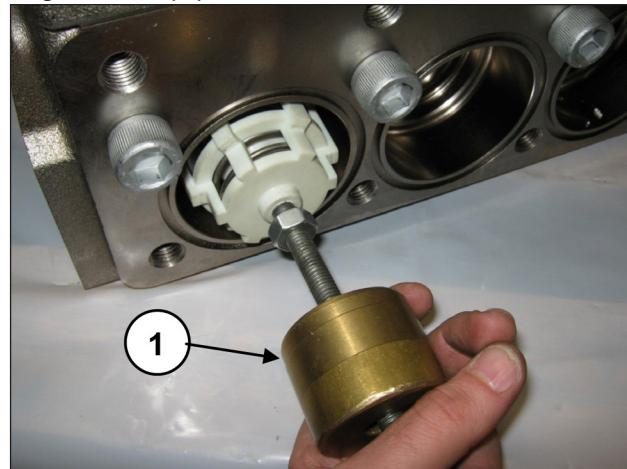

Fig. 140
Extraire l'ensemble de la soupape d'aspiration à l'aide d'un extracteur à inertie (réf. 27516400) à appliquer sur le trou M10 du guide de soupape (rep. ①, Fig. 140) ou, en complément, un adaptateur M10-M16 (réf. 25089700) à fixer sur le filetage M16 du guide de soupape.